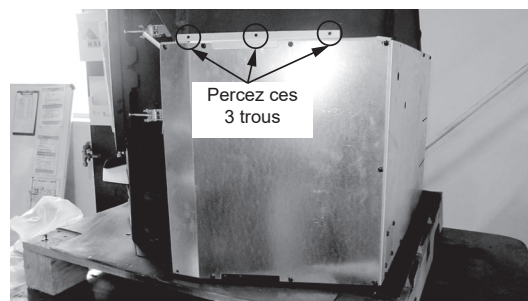

Figure 22.7
10. Utilisez la perceuse électrique avec la mèche n°26; percez 3 trous dans la trémie. Ajoutez trois vis pour fixer l'ensemble carénage à l'appareil (**Figure 22.7**).